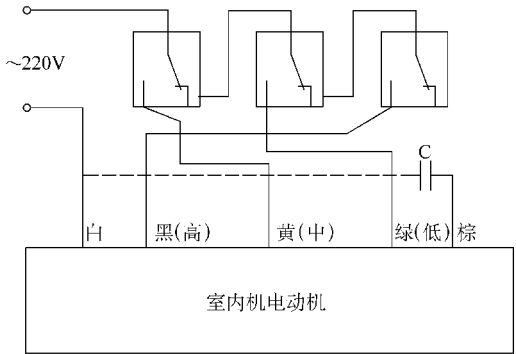

图 10-6 风扇电动机接线及颜色定义
(2) 科龙采用美国摩托罗拉公司 CPU 机型的风扇电动机接线及颜色如图 10-6 所示。